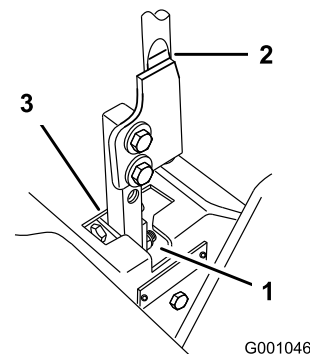

Figura 59
5. Mueva la palanca a la posición de punto muerto, pero no bloqueada (Figura 59).
6. Tire hacia atrás de la palanca hasta que el pasador (en el brazo debajo del eje pivotante) entre en contacto con el extremo de la ranura (empezando justo a tensar el muelle) (Figura 59).
7. Compruebe la posición de la palanca de control con relación a la muesca de la consola (Figura 59). Debe estar centrada para que la palanca pueda girar hacia fuera a la posición de bloqueo/punto muerto.